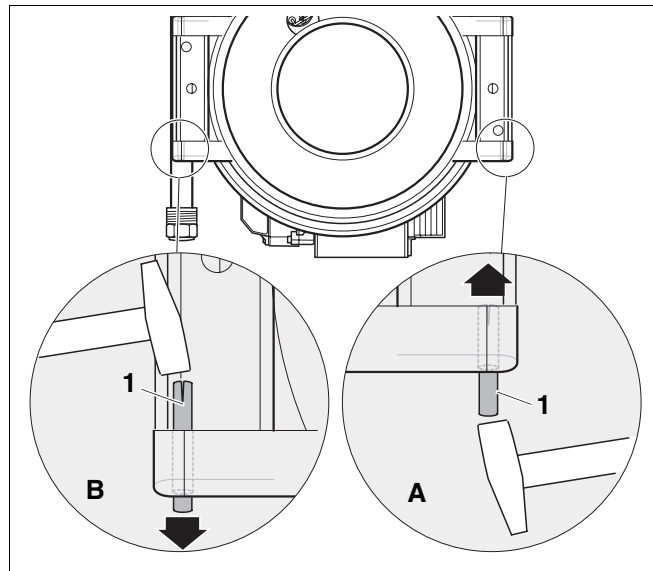

Abb. 8 Türanschlag rechts montieren
Schlagen Sie den Kerbstift, wie in Abb. 8, **Pos. A** beschrieben, von unten nach oben aus und wie in Abb. 8, **Pos. B** dargestellt von oben nach unten ein.
- Kerbstift (Abb. 8, **Pos. 1**) heraus schlagen (Abb. 8, **Pos. A**) und auf der rechten Brennertürseite einschlagen (Abb. 8, **Pos. B**).